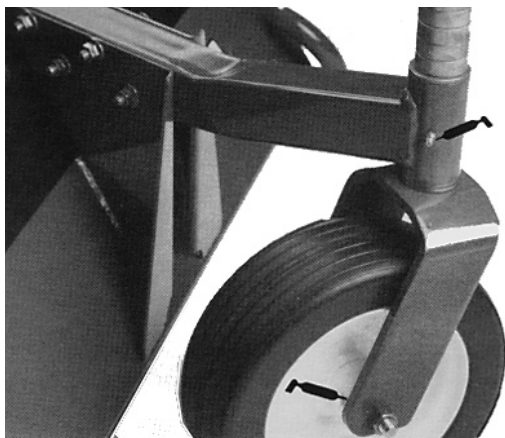
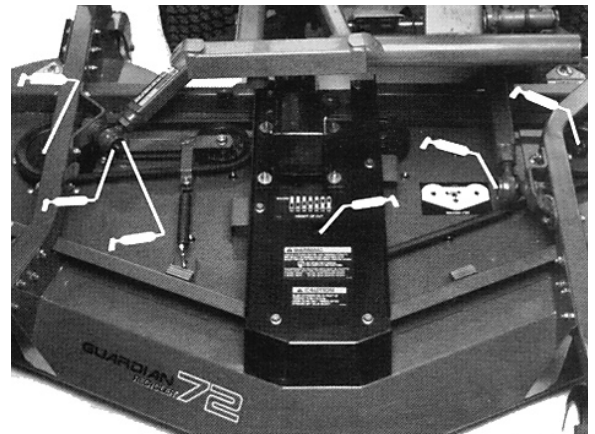

Bild 5
Bild 7
EINFETTEN VON LAGERUNGEN, BÜCHSEN UND GETRIEBE (Bild 5–8)
1. Das Schnittwerk hat Lagerungen und Büchsen, die eingefettet werden müssen. Dabei handelt es sich um die folgenden Stellen: Büchsen der Frontlaufradspindel (Bild 5); Laufradlager (Bild 5 & 6); Messerspindellager (Bild 7); Spannscheibenarmgelenk (Bild 7) sowie die linken und rechten Schubarmkugelgelenke (Bild 7).